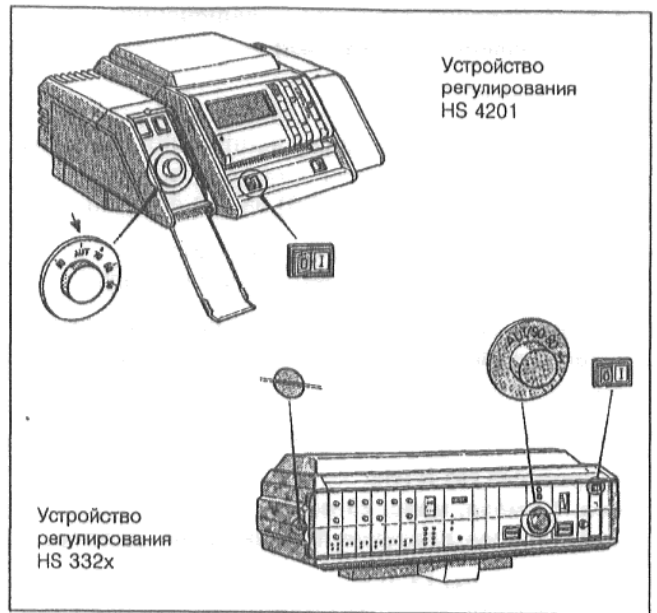
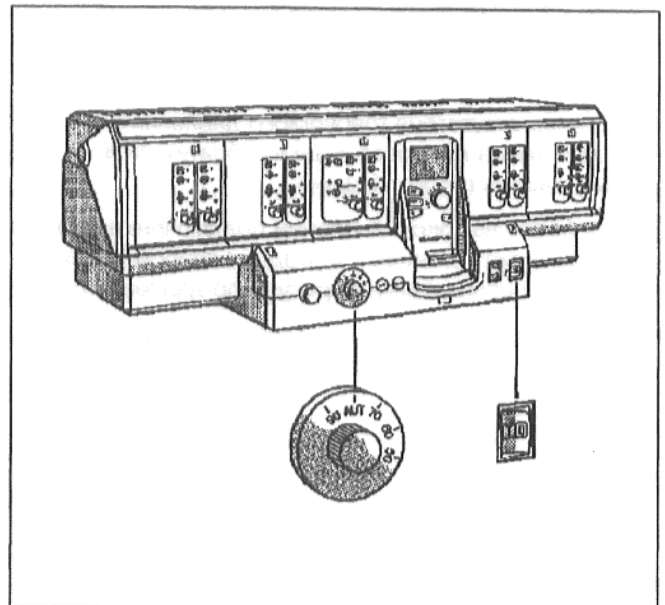

Рис. 24: Устройства регулирования HS 4201 и HS 332x
Рис. 25: Устройство регулирования 431x
- Удаление воздуха из линии подачи газа: Ослабить резьбовую пробку ниппеля контроля давления подключения и удаления воздуха на арматуре газовой горелки (Рис. 25) на два оборота. После того, как воздух перестанет выходить, закрыть обратно резьбовую пробку контрольного ниппеля.
- При устройстве регулирования HS 332x: Установить шлиц винта прозрачной крышки устройства регулирования (Рис. 24) в горизонтальное положение, например, с помощью монеты. Снять прозрачную крышку, подав ее вперед.
- Установить переключатель "Работа" (Рис. 24 или Рис. 25) в положение I (ВКЛ), для двойного котла - на обоих устройствах регулирования.
- При устройстве регулирования HS 4201: открыть левую закрывающую крышку (Рис. 24).
- **При G334 XZ:** Установить регулятор температуры воды подающей линии котла (Рис. 24 или Рис. 25) в положение "AUT" или на 80°C. При постоянном регулировании установить на желаемую температуру (мин. 50°C).
Установить регулятор температуры воды подающей линии котла (Рис. 24 или Рис. 25) в положение "AUT" или на 80°C.
Установить регулятор температуры воды подающей линии (Рис. 24) одного блока котла на желаемую температуру (мин. 50°C). В результате режим блока котла 1 (ведущий котел) определен.